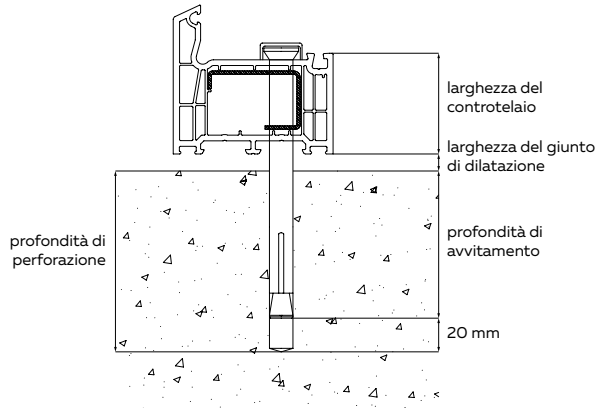
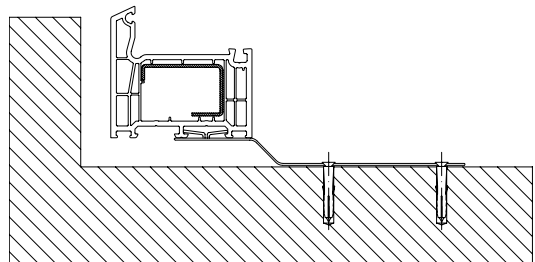

Fig. 2a
Fig. 3
8. Fissare il telaio con tasselli, viti (Fig. 2a e 2b pagina 6) o tasselli di montaggio (Fig. 3 pagina 6). Se si usano dei tasselli nella parte inferiore del telaio, i loro fori devono essere riempiti di silicone per sigillarli. La posizione dei fissaggi è mostrata nella Figura 1 a pagina 5.